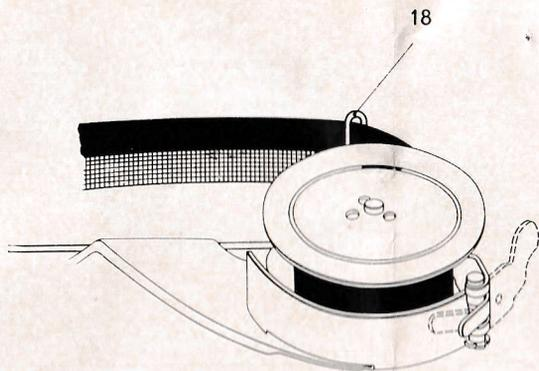

Abb. 8
Während des Schreibens wird das Farbband selbsttätig von der einen auf die andere Spule transportiert. Die Umkehr des Farbbandtransportes geschieht automatisch. Die Farbbandumschaltung kann außerdem mit der Hand ausgeführt werden, indem man jeweils den hinter der abgewickelten Farbbandspule liegenden Farbbandumschalter (18) nach innen drückt (Abb. 8).
Beim Einsetzen und Herausnehmen der Farbbandspulen muß der Bremshebel nach außen geschwenkt werden (Abb. 8).